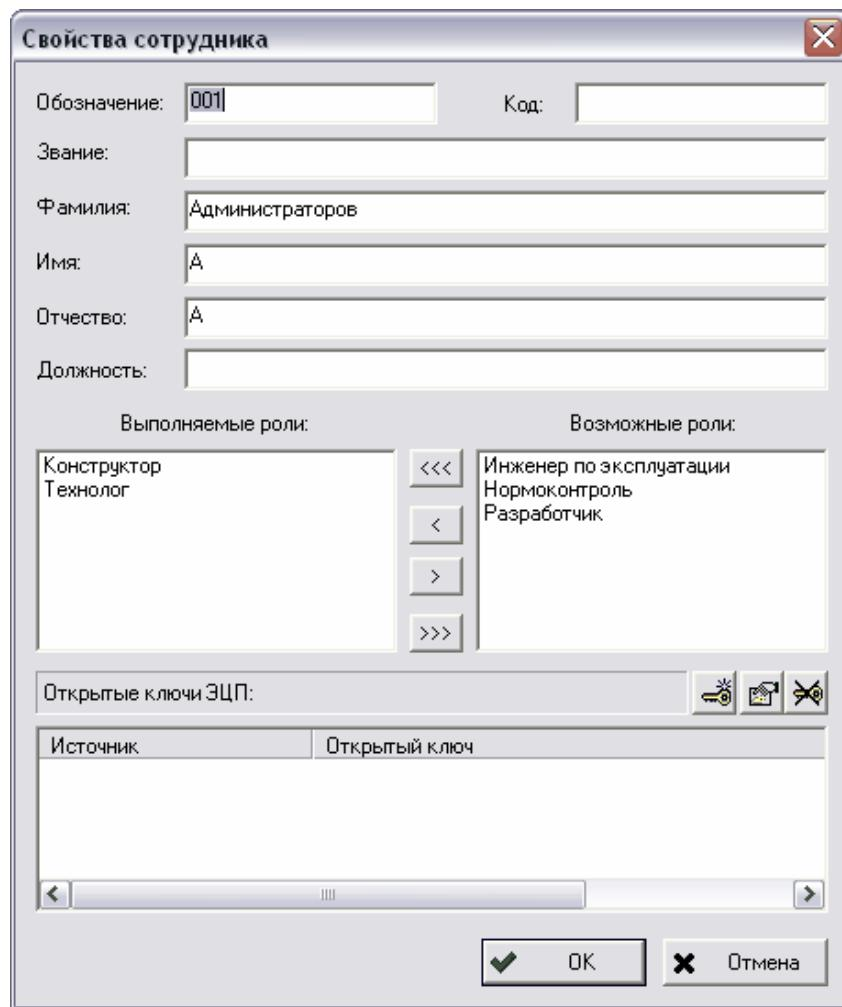

Рис. 116 Свойства сотрудника
Администрирование криптографических ключей систем ЭЦП происходит в модуле **Настройка словарей БД** в режиме редактирования организационной структуры (см. пункт 4.2.1). Ключи настраиваются в диалоговом окне учетной записи сотрудника (Рис. 116).
1. В окне **Свойства сотрудника** нажмите на кнопку (Рис. 116).